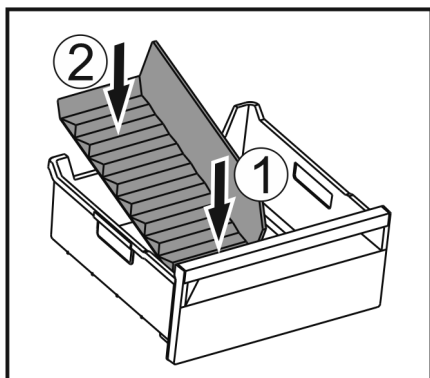

Fig. 127
- ▶ Vstavite sprednji del pregrade predala za led. Fig. 127 (1)
- ▶ Zadnji del pregrade predala za led spustite do dna predala. Fig. 127 (2)